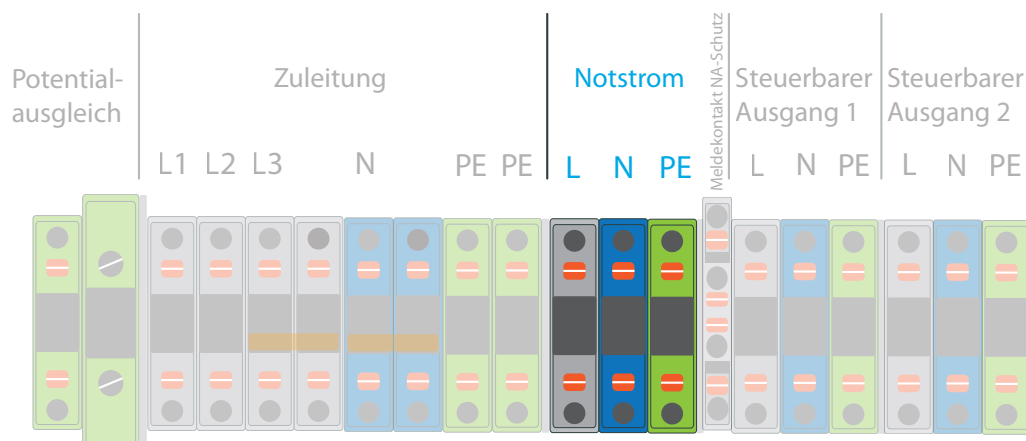

Abb. 4 Klemmleiste SENEK.Home mit Reihenklemmen "Notstrom"
3. Verbinden Sie das Kabel mit den Reihenklemmen "Notstrom" im SENEK-Speicher gemäß Abb. 4.